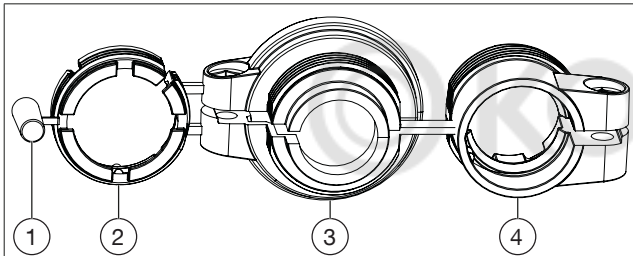

Рис. 2: Адаптер
3. При необходимости используйте подходящий адаптер для „mote 200“ (см. рис. 2 на стр. 8 и 6 на стр. 8) и установите его на вентиль.